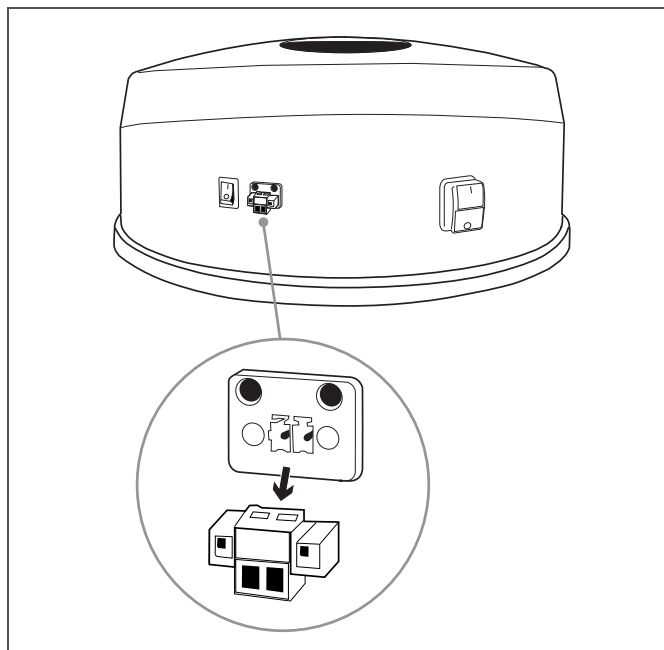

Fig. 6-3 Tragerea prizei cablului de comandă
1. Trageți fișa de contact a prizei cablului de comandă de la unitatea de aspirare centrală (vezi fig. 6-3).